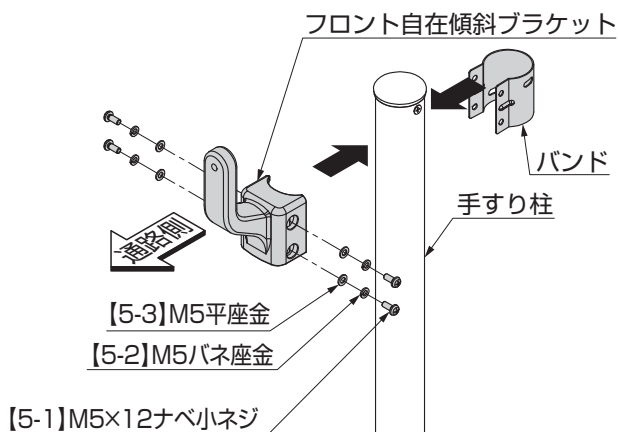

図1-4
- ① 図1-4を参照して、柱にフロント自在傾斜ブラケットとバンドを任意の高さに【5-1】、【5-2】、【5-3】で取付けてください。